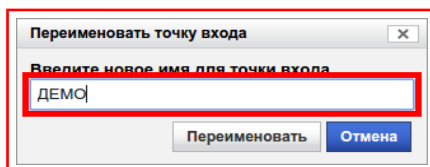

Рисунок 9.63 — Диалоговое окно «Переименовать точку входа»
- 3) В появившемся диалоговом окне ввести новое имя «Точки входа» в поле под текстом **«Введите новое имя для точки входа»**, рисунок 9.63;